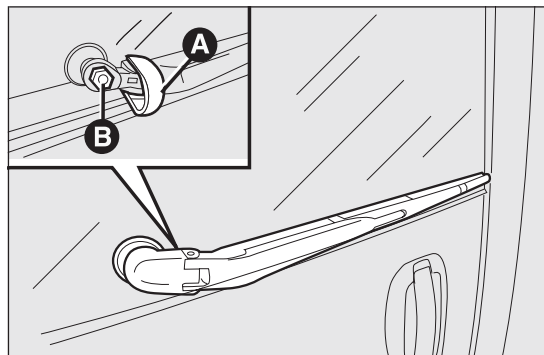

fig. 194
- sollevare la copertura A fig. 194 e smontare il braccio dal veicolo, svitando il dado B che lo fissa al perno di rotazione;